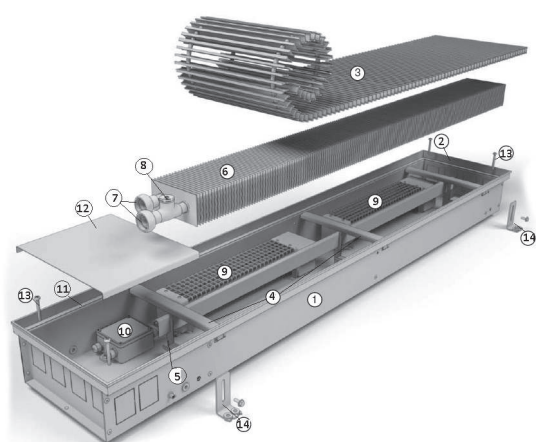

Рис. 25.
Конвектор типа SCQ состоит из коробчатого корпуса, теплообменника, вентиляторов, декоративной решетки, блока управления и монтажного комплекта (рис. 25). Корпус (1) изготовлен из листовой оцинкованной стали толщиной 1 мм и покрыт черной порошковой эмалью.